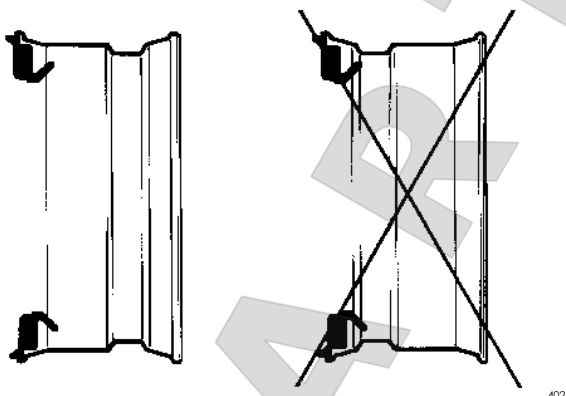

Рис.16
10. Нажмите кнопку аварийной остановки (#2 Рис. 16): все органы управления будут отключены.
ГЛУБОКИЙ ОБОД ДИСКА (ЕСЛИ ЕСТЬ) ДОЛЖЕН БЫТЬ НАПРАВЛЕН К НАРУЖНОЙ СТОРОНЕ СТАНКА (Рис. 16).